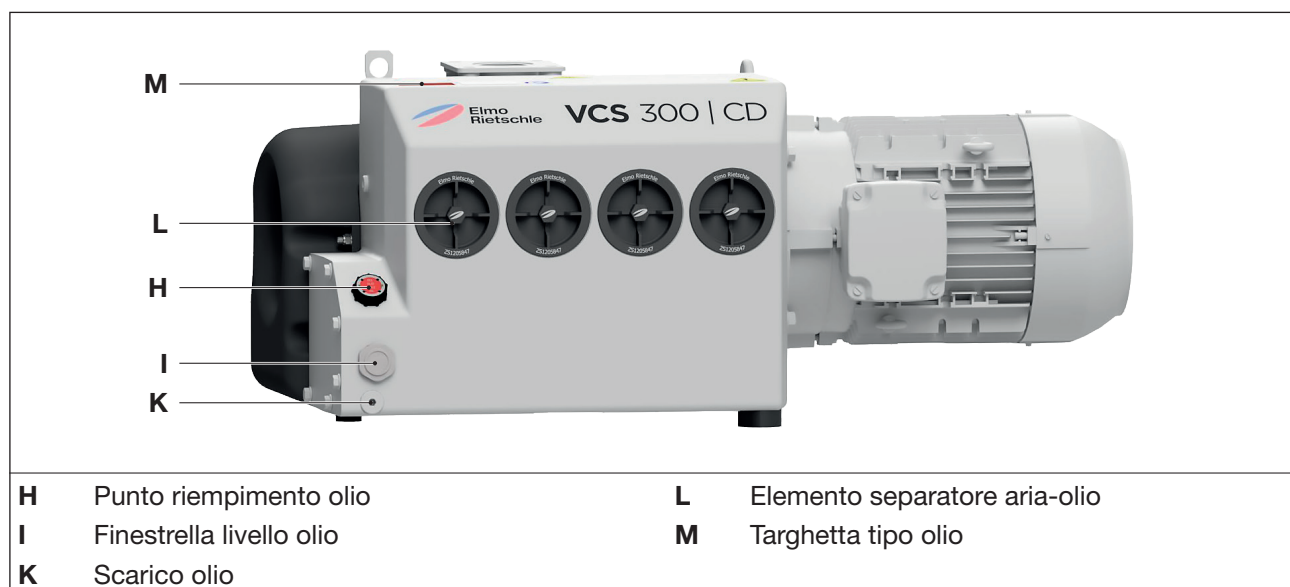

Fig. 7 Cambio olio ed eliminazione olio
Come mezzo di esercizio consigliamo l'uso dei seguenti oli Elmo Rietschle, vedi anche targa olio consigliati (Fig. 7/M) e Tab. 3 a pagina 32:
- b) Aprire il tappo del bocchettone di riempimento dell'olio (Fig. 7/H) e riempire l'olio fino al bordo superiore della finestrella livello olio (Fig. 7/I).
- b) Aprire la vite di sfiato (Fig. 7/H) e il punto di scarico dell'olio (Fig. 7/K) e scaricare completamente l'olio esausto.
- c) Chiudere il bocchettone di scarico dell'olio (Fig. 7/K) e riempire di olio nuovo attraverso il bocchettone di riempimento dell'olio (Fig. 7/H).
- d) Controllare il livello dell'olio attraverso le finestrelle di ispezione (Fig. 7/I).
- Svitare gli elementi separatori aria/olio (Fig. 7/L) in senso antiorario con una chiave ad anello (dimensione della chiave 19 mm).